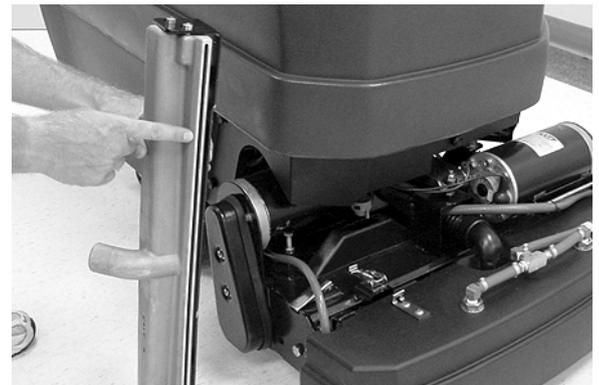

ABB. 36
5. Entfernen Sie den Schmutz aus dem Extraction-Saugschuh (Abbildung 36).